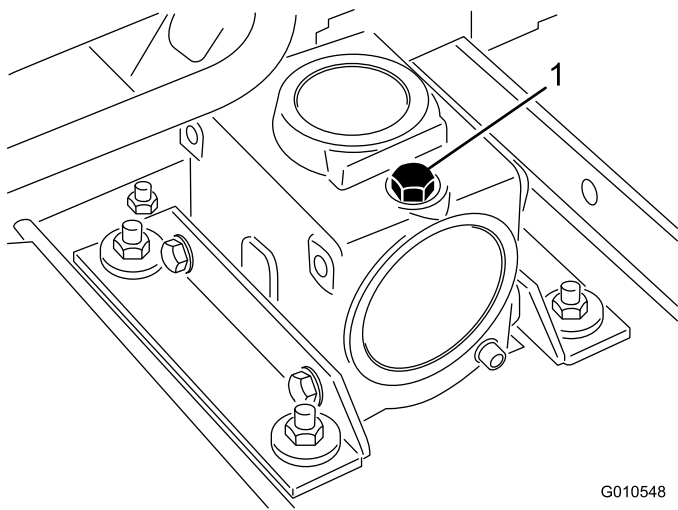

図 24
2. マシンとカッティングユニットを平らな場所に駐車させ、カッティングユニットを降下させる。ギアボックスの上部についているディップスティック兼給油プラグ 図 24を取り、オイルの量が、ディップスティックについている2本のマークの間にあることを確認する。油量が少なければ、SAE 80-90 wt. ギア用潤滑油を2本のマークの間まで補給する。ギアボックスの容量は 283 ml です